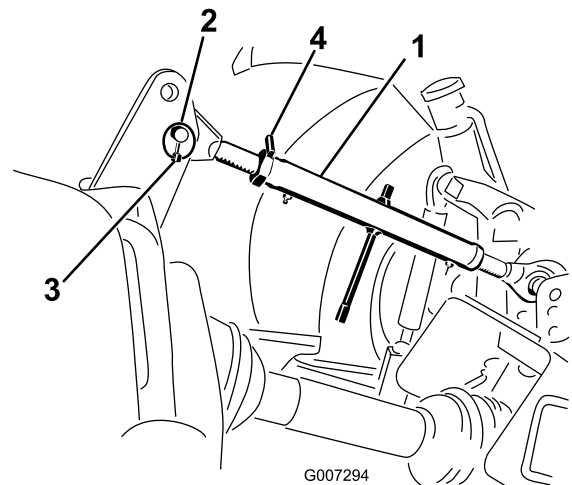

Figura 6
1. Conecte el brazo de acoplamiento superior al taladro inferior del soporte y sujételo con un pasador de enganche y un pasador de seguridad (Figura 6).
3. Gire el brazo de acoplamiento superior para apretar el enganche. Ajuste hasta que la parte delantera del bastidor del aireador esté a 90 grados de la posición horizontal (Figura 6).